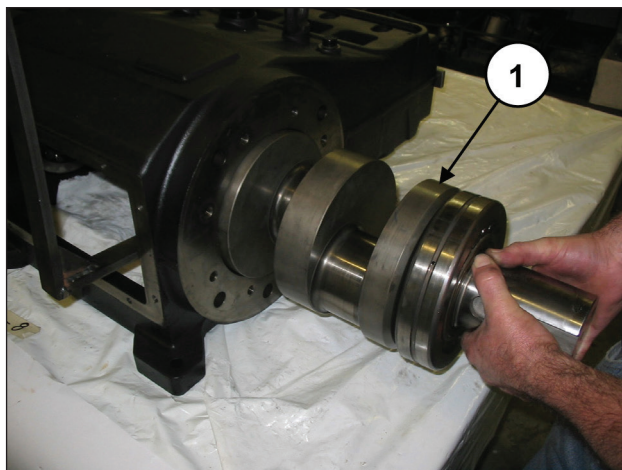
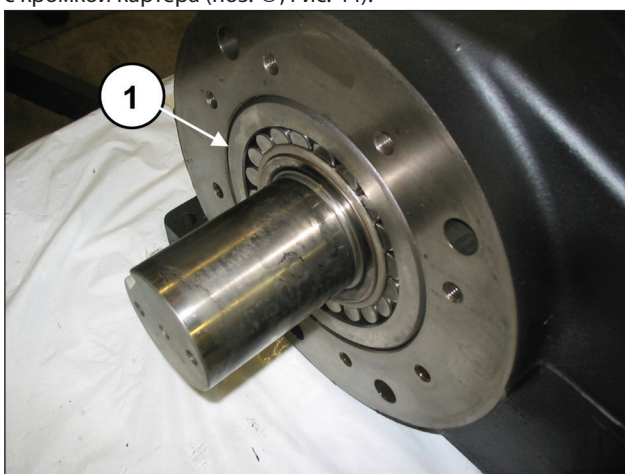

Рис. 30
Рис. 44
Выньте вал и подшипник (поз. ①, Рис. 30).
Вставьте вал (поз. ①, Рис. 30) так, чтобы предварительно собранный подшипник оказался на одном уровне с кромкой картера (поз. ①, Рис. 44).